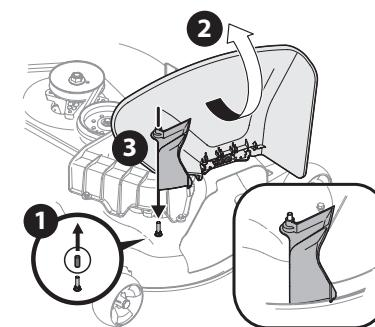

Figura 19
2. Retire el tapón protector de goma del pasador de plataforma, 1 en la Figura 19.
3. Eleve el deflector del canal (2) sobre la plataforma y sosténgalo mientras instala el adaptador de paracaídas (731-10133) (3) sobre la plataforma tal como se muestra en la Figura 19 en la página 19.